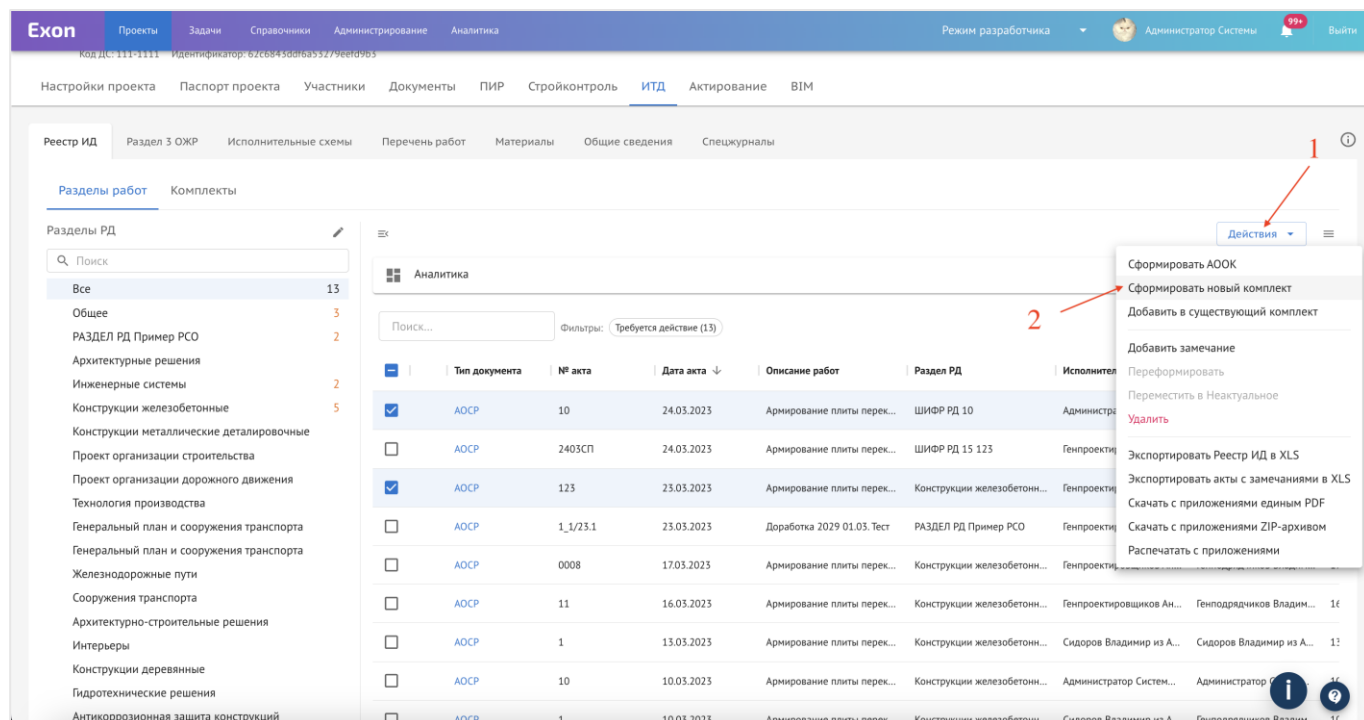

Рис. 82 – Выбор действия
2. Из выпадающего списка действий (1) выбрать «Сформировать новый комплект» (2) (рис. 82);